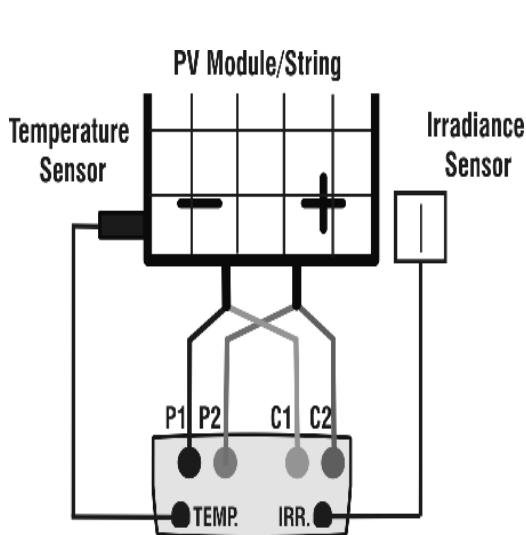

Abb. 5a: Verbindung des Messgerätes mit dem PV Modul /String
15. Verbinden Sie das Messgerät über die Eingänge P1, C1 und P2, C2 mit dem Solarmodul oder dem String, der geprüft werden soll, wie gezeigt in Abb. 5a. (den negativen Pol mit P1 und C1, den positiven Pol mit P2 und C2.